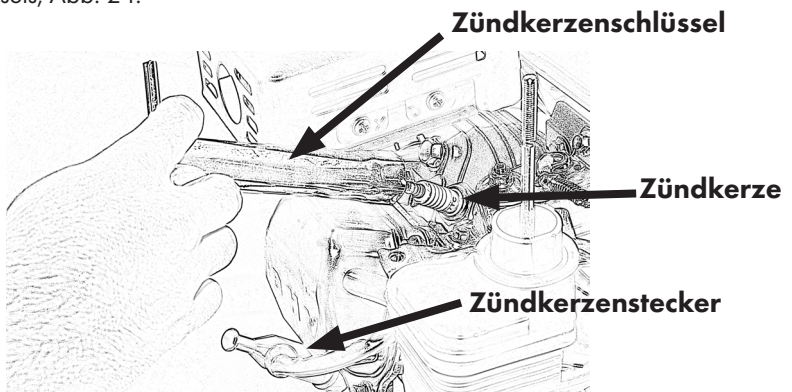

Abbildung 24
- Entfernen Sie den Zündkerzenstecker und lösen Sie die Zündkerze mit Hilfe des Zündkerzenschlüssels, Abb. 24.